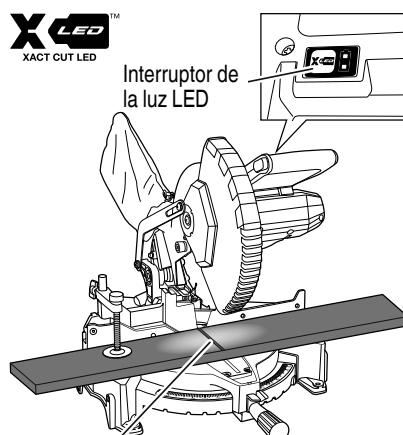

Fig. 20
7. Sistema de iluminación LED (Fig. 20) [XACT CUT LED™]